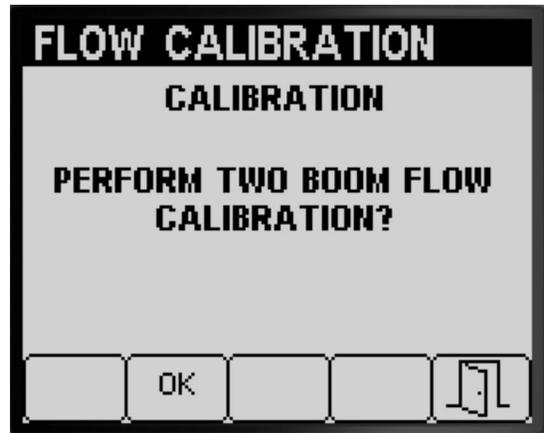

图 58
如果已经完成 3 打药机喷洒臂段校准 Infocenter 信息中心将提示执行 2 打药机喷洒臂段校准图 58 请执行以下操作中的一
- 如果不需要执行 2 打药机喷洒臂段校准请按 5 号按钮返回至 Calibrate 校准屏幕图 58。